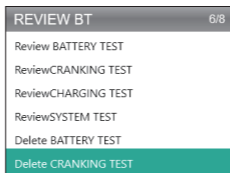

Figura 5.1.4
4. Seleccione Revisão BT e prima [OK]. Aparecerão oito opções no ecrã (Veja Figura 5.1.4) - incluindo a revisão de testes de bateria, testes de manivela, de carga, e resultados de testes de sistema.